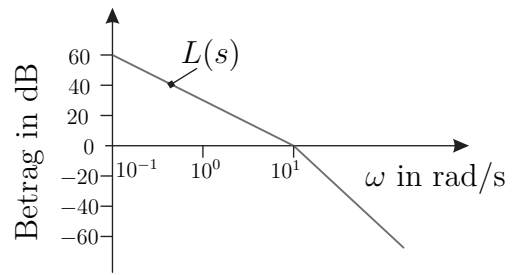

Abbildung 5: Amplitudengang des offenen Kreises $L(s)$.
c) Abbildung 5 zeigt den Amplitudengang des offenen Kreises $L(s)$ mit der Durchtrittsfrequenz w_c . Zeichnen Sie in Abbildung 5 näherungsweise den Amplitudengang des geschlossenen Kreises $T_{ry}(s)$ ein. 1 P. |